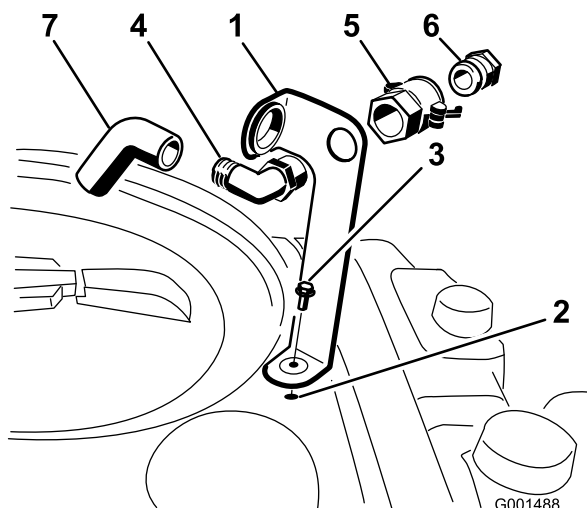

Рисунок 3
1. Установите кронштейн заправочного розеточного соединителя поверх резьбового отверстия в баке и закрепите его с помощью болта с фланцевой головкой (5/16 x 3/4 дюйма) (Рисунок 3).
быстроразъемную муфту, прикрепив фитинг к кронштейну (Рисунок 3).
3. Установите переходник шланга в быстроразъемный соединитель (Рисунок 3).
4. Зафиксируйте переходник на месте, повернув рычаги в направлении переходника, и затем закрепите их с помощью шплинтов (Рисунок 3).
5. Протяните противосифонный шланг сквозь большое отверстие в кронштейне и наденьте на раздвоенный конец углового фитинга 90° (Рисунок 3).